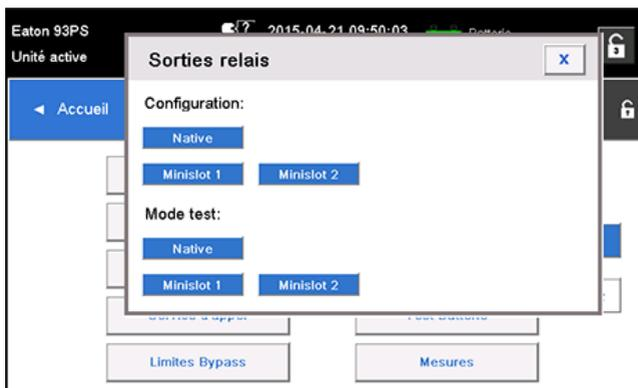

Figure 34. Options de configuration de sorties de relais
10. Vous pouvez tester les relais en sélectionnant l'une des options en mode test (voir figure 34).